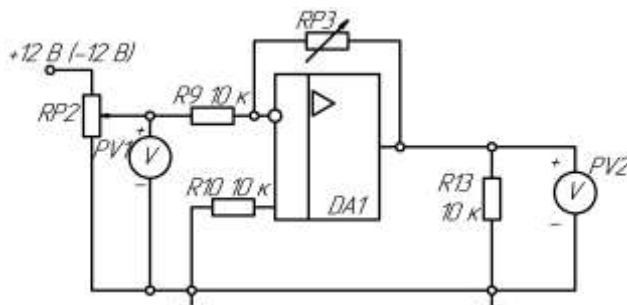

Рисунок 25 – Схема инвертирующего усилителя
1) Собрать схему согласно рис.25; установить заданное значение  $RP3=20K$ ;